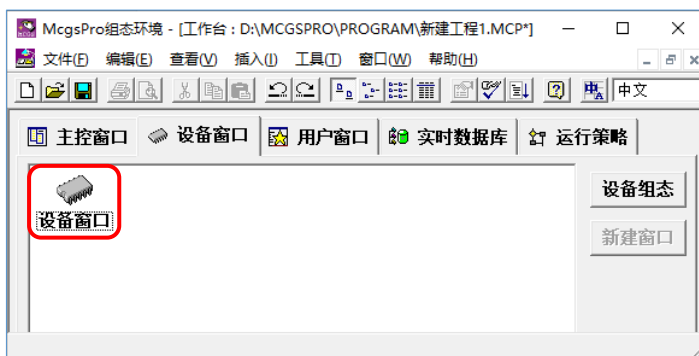

图 2.9-1 设备窗口
- ① 运行 McgsPro 组态软件，新建一个工程，双击图 2.9-1 所示的【设备窗口】；